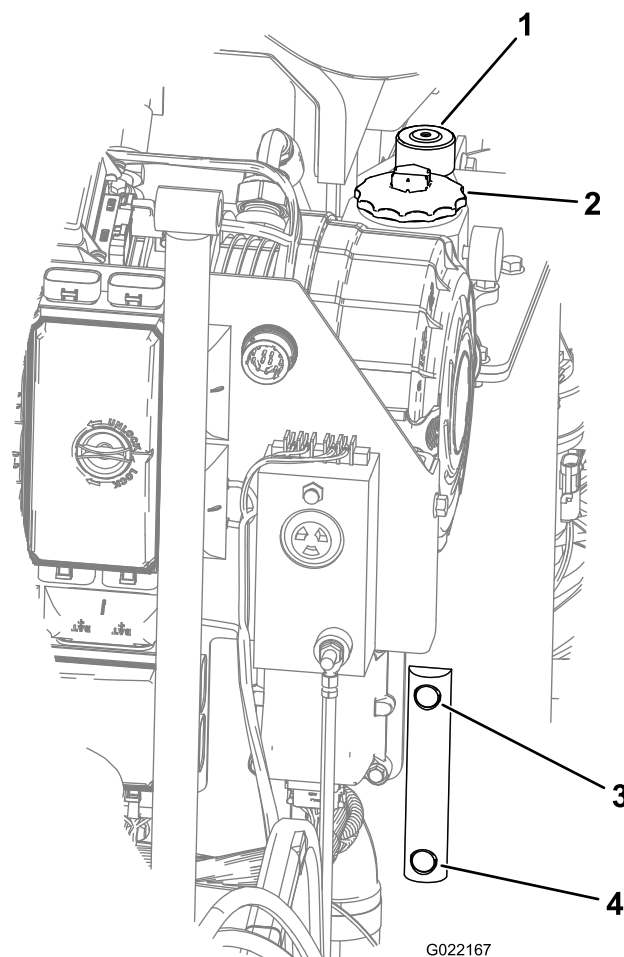

Figura 108
4. Verifique o nível de óleo no visor de nível do reservatório hidráulico (Figura 108).
5. Se o nível estiver baixo, abra a tampa do reservatório hidráulico, adicione uma pequena quantidade de óleo e aguarde 2 minutos até o nível de óleo se estabilizar no visor de nível (Figura 108).
6. Continue a adicionar o fluido especificado em pequenos incrementos até atingir o nível máximo no visor de nível (Figura 108).